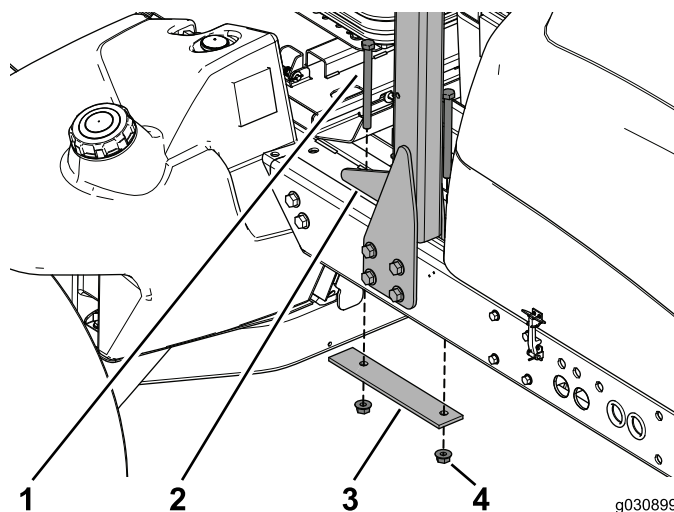

Figura 2
3. Retire los 2 pernos, la pletina de refuerzo, y las tuercas con arandela prensada que sujetan el ROPS a la parte superior del bastidor (Figura 2).